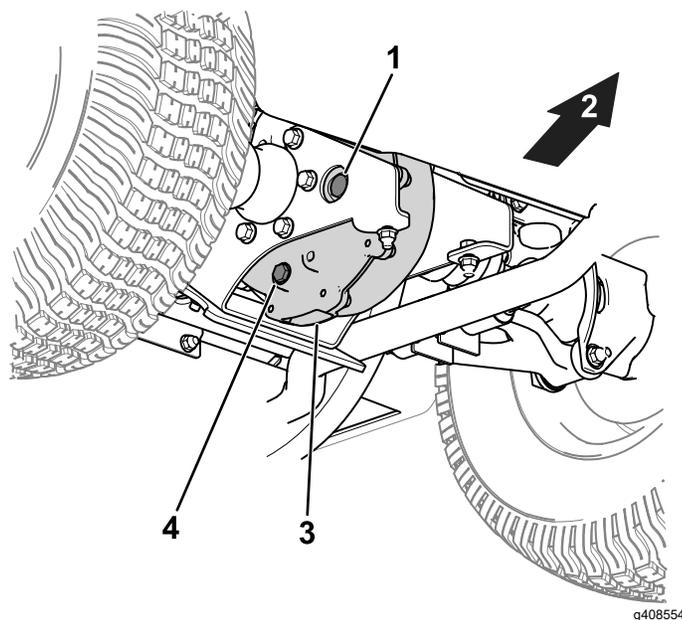

図 40
1. トランスアクスルについている補給プラグを外す 図 40。
2. オイルの量が少ない場合は、補給プラグを取り、穴からあふれ出てくるまで所定のオイルを補給する 図 40。
1. ドレンプラグの下にオイルを受ける容器をおく 図 40。
2. 補給プラグを抜く 図 40。
3. ドレンプラグ 図 40 を外して内部のオイルを全部排出する。